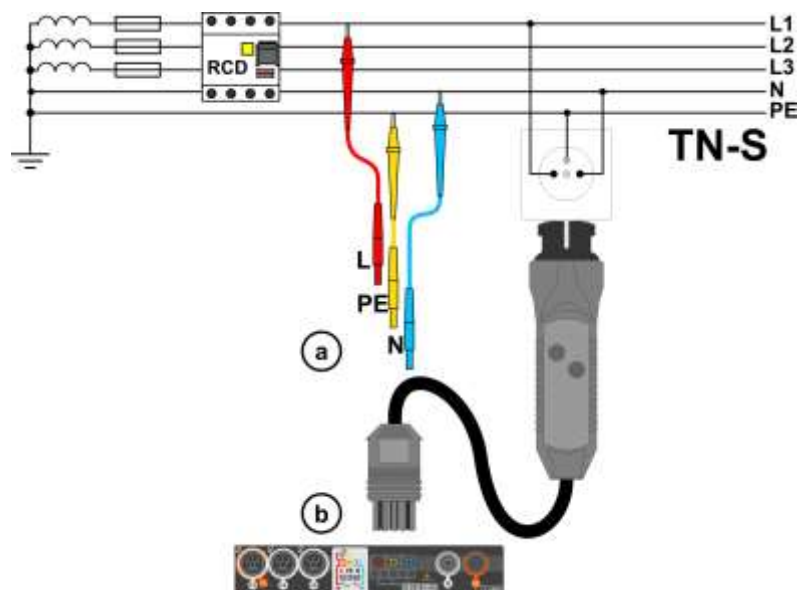
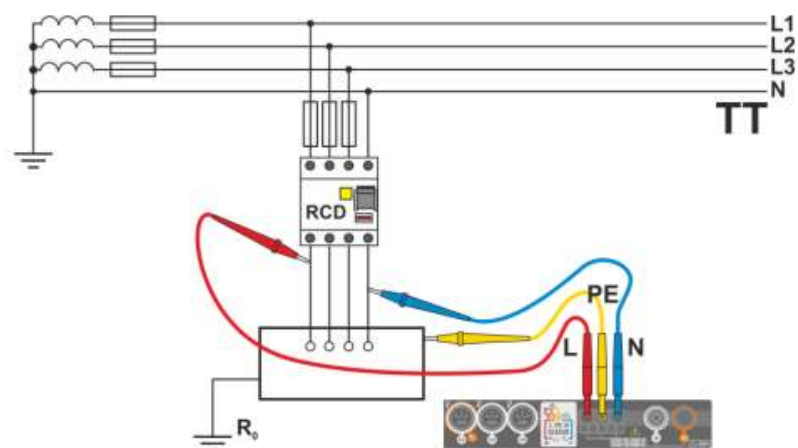
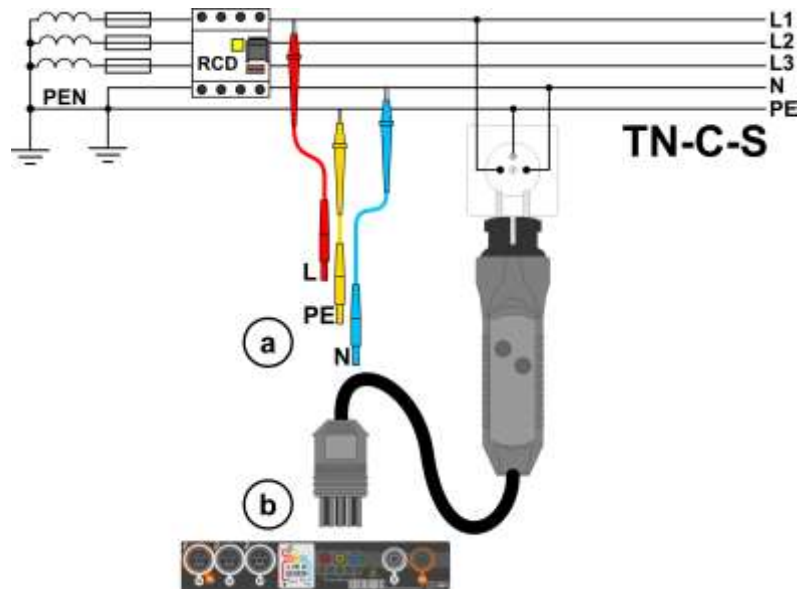

Рис. 3.3 Измерение в цепи TN-S
Рис. 3.4 Измерение в цепи TT
Рис. 3.5 Измерение в цепи TN-C-S
- 1 Подключить измерительные провода согласно Рис. 3.3, Рис. 3.4 или Рис. 3.5.